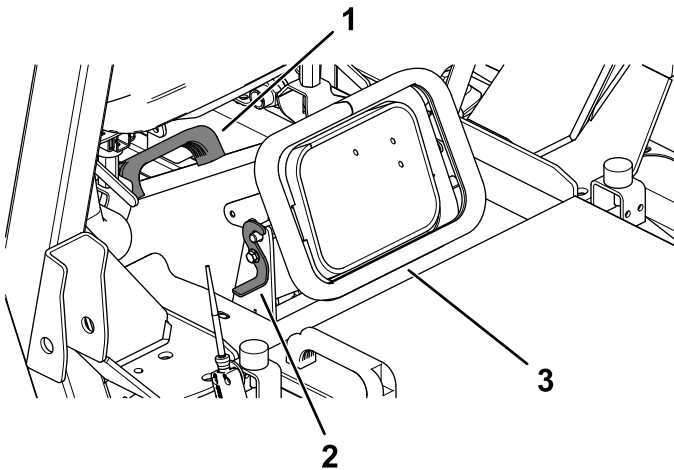

Bild 27
6. Entriegeln Sie den Auswurfkanal (Bild 27).
7. Nehmen Sie den Auswurfkanal mit dem Griff am Auswurfkanal ab und entfernen Sie Verstopfungen vom Auswurfkanal und der Mähwerköffnung (Bild 27).
8. Montieren Sie den Auswurfkanal und verriegeln ihn mit den Riegeln (Bild 27).